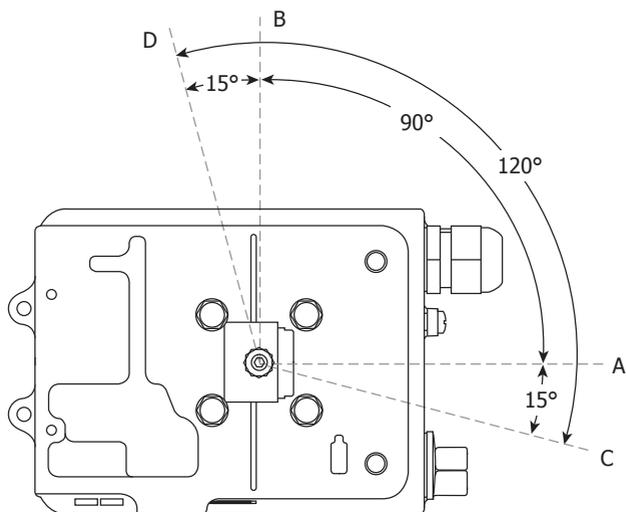
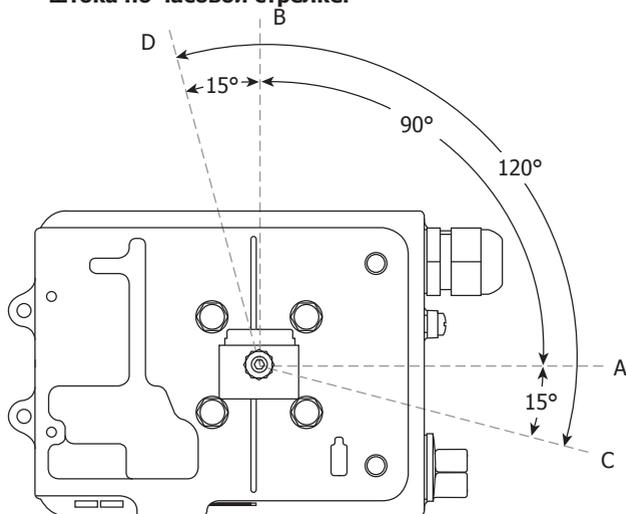

Рис. 36 Вид снизу - Ориентация магнита для для приводов с вращением штока по часовой стрелке.
Рис. 37 Вид снизу - Ориентация магнита для для приводов с вращением штока против часовой стрелки.
5.3.2 Настройте положение магнита, как показано на рис. 36 и 37 и затяните винт крепления. Между магнитом и позиционером должно быть расстояние от 5 до 14 мм. См. рис. 36 для приводов с вращением штока по часовой стрелке. См. рис. 37 для приводов с вращением штока против часовой стрелки. В этом случае магнит будет покрывать сектор С - D, который определяет границы работы датчика Холла.